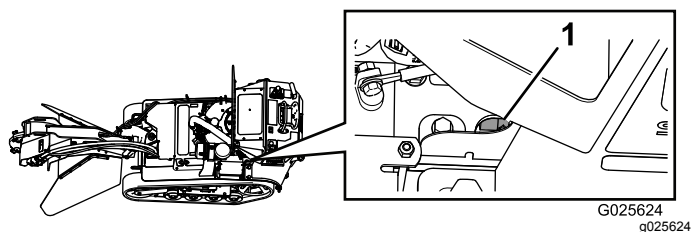

図 40
**注** 燃料バルブは、バッテリーの後ろからフレームを抜ける形でアクセスすることも可能です 図 40。